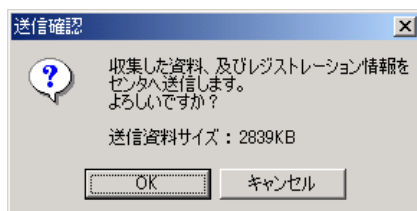
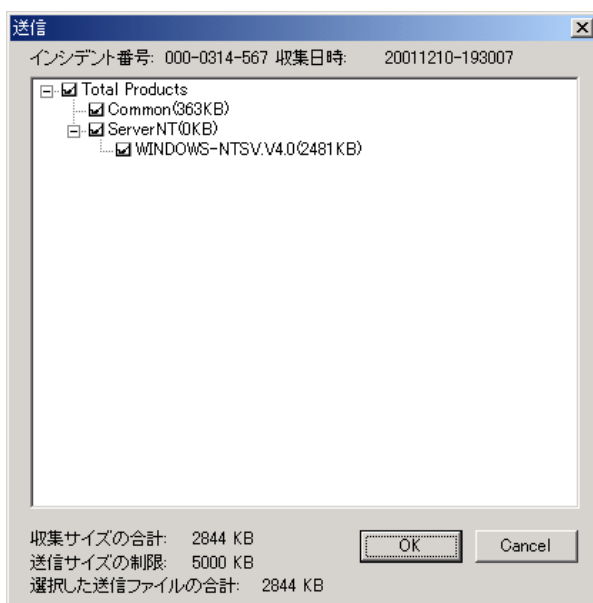

図 5-34 センタ送信確認メッセージ(バージョン 2)
図 5-35 送信内容確認画面
- 9** 資料収集が完了し、資料ファイルがセンタに送信可能なサイズ(2Mバイト以下)の場合、センタ送信確認メッセージ(図 5-34)が表示されます。
- 10** [OK]をクリックすると、送信内容確認画面(図 5-35)が表示されます。この画面でチェックをはずすと、一部の資料のみを送信できます。[OK]をクリックすると、収集した資料がセンタに送信されます(後ほど管理メニュー画面で送信することもできます)。
- 8** 資料収集が完了し、資料ファイルがセンタに送信可能なサイズ(2M バイト以下)の場合、センタ送信確認メッセージ(図 5-34)と送信内容確認画面(図 5-35)が表示されます。
- 5** 資料ファイルがセンタに送信可能なサイズ(2M バイト以下)の場合、センタ送信確認メッセージ(図 5-34)と送信内容確認画面(図 5-35)が表示されます。